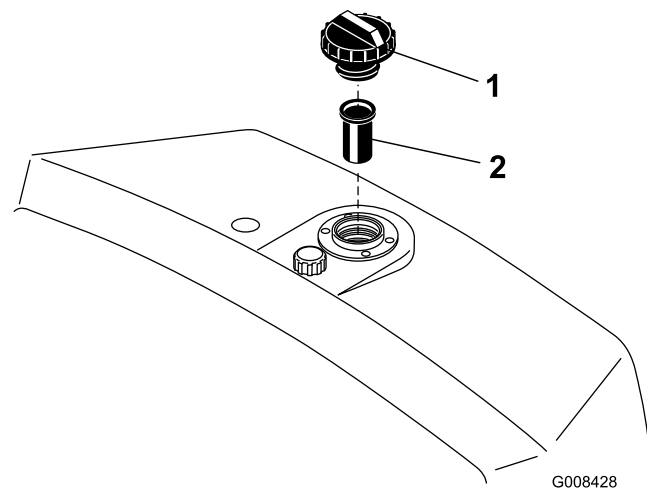

Figura 26
2. Retire a tampa do reservatório e verifique o nível de fluido. O fluido deve chegar à parte inferior do filtro no tubo de enchimento (Figura 26).